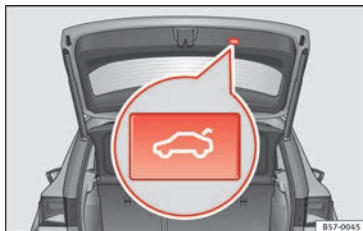

Fig. 129 Coffre à bagages ouvert : touche de fermeture immédiate du hayon.
• Appuyez brièvement sur la touche de la console centrale » fig. 129 ».
Des signaux sonores sont émis lors de l'ouverture ou de la fermeture du hayon du coffre à bagages. Exception : lorsque le hayon est ouvert manuellement à l'aide de la poignée via la fonction Easy Open avec un mouvement du pied ou qu'il est fermé à l'aide de sa touche » fig. 129.
- Appuyez sur la touche  » fig. 129 située dans le hayon pendant au moins trois secondes.
• Appuyez sur la touche  » fig. 129 située dans le hayon pendant au moins trois secondes.